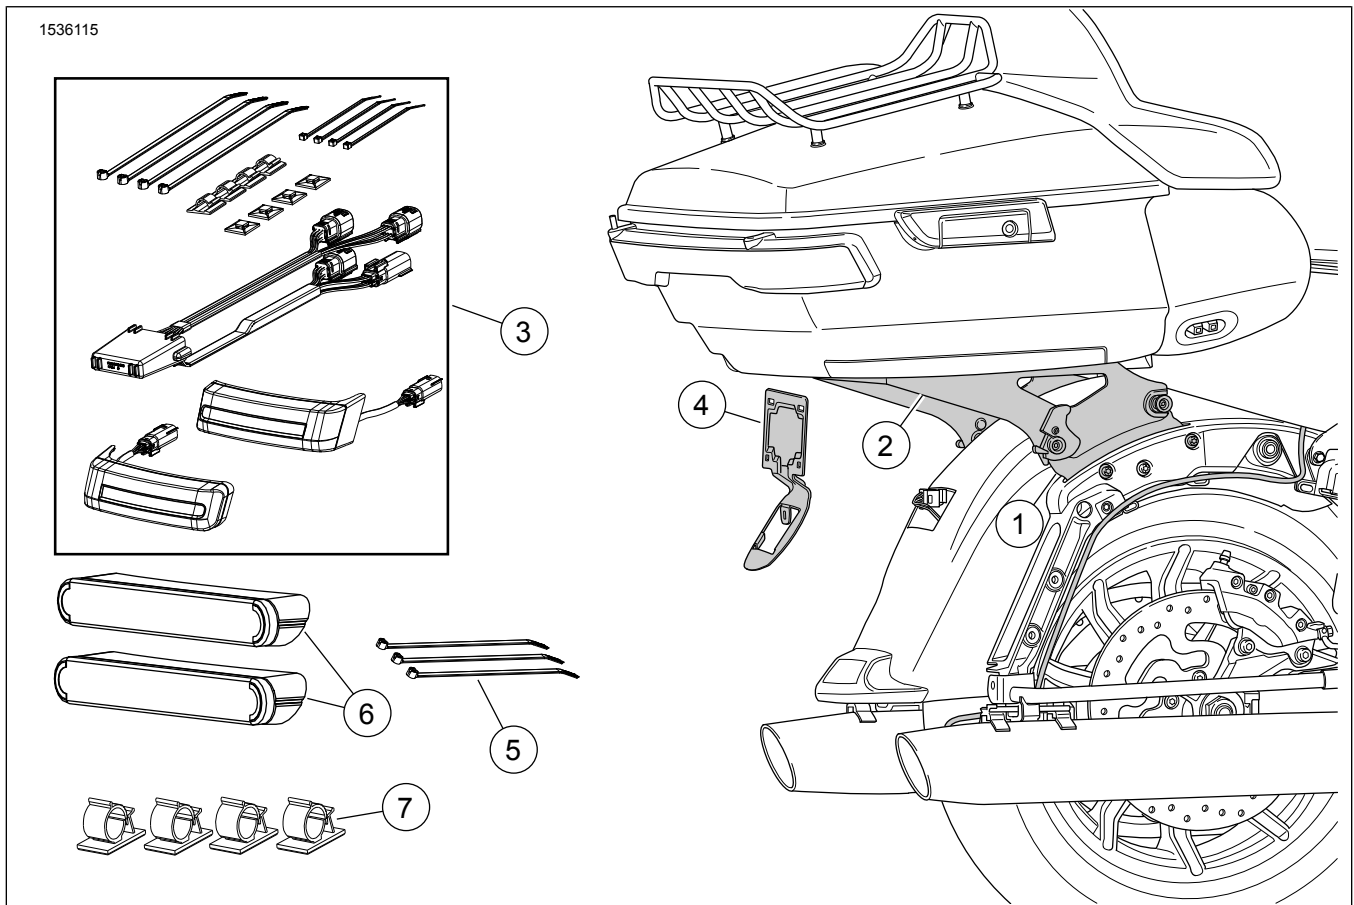
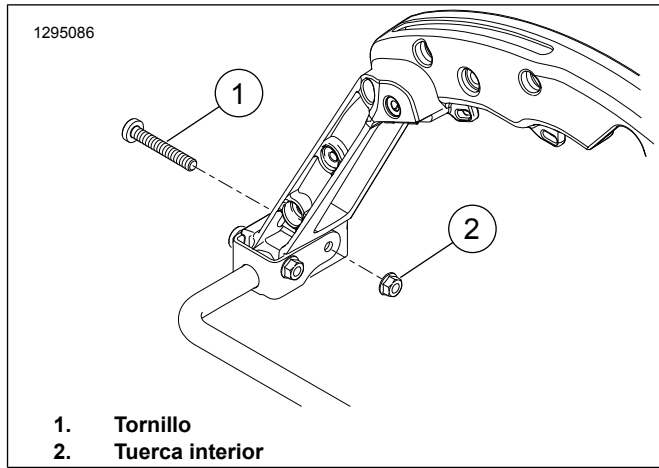
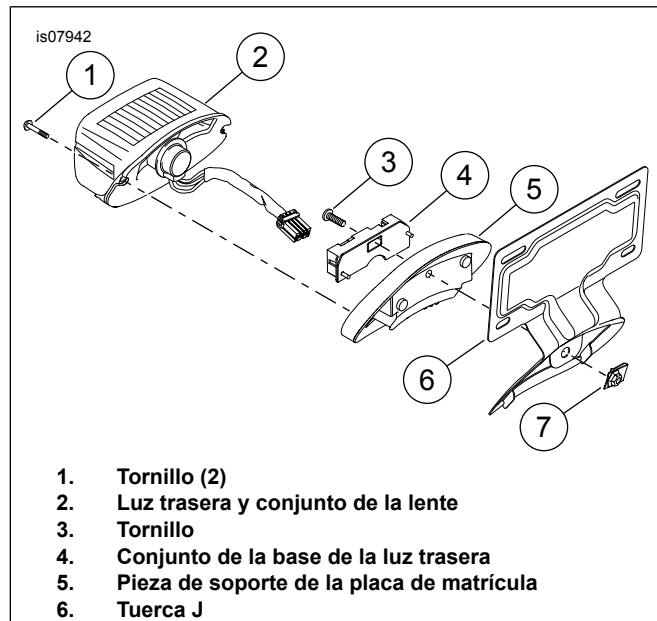

Figura 1. Contenido del kit: Rejilla de montaje Tour-Pak desmontable
Figura 6. Extracción del tornillo del equipo original (EO)
Figura 7. Instale la pieza de soporte de la placa de matrícula
7. Vea Figura 7 . Retire la luz trasera y la base de la luz trasera.
- a. Quite los tornillos (1).
- b. Desconecte y retire la luz trasera y el conjunto de la lente (2).
- c. Observe las ubicaciones del conector en la base de la luz trasera (4) para facilitar la instalación.
- e. Quite el tornillo (3) y la base de la luz trasera.
9. Vea Figura 6 . Quite la tuerca interior del lado derecho (2). Deseche el tornillo (1).
1. Vea Figura 1 . Instalar el Kit de elementos de sujeción de acoplamiento (1) según las instrucciones en ese kit.
2. Instale el Kit de la luz LED de giro/freno/marcha de la alforja (3) según las instrucciones en ese kit.
3. Vea Figura 7 . Instale el soporte de la placa de matrícula.
- a. Instale el soporte de la placa de matrícula (5) en el guardabarros.
- c. Instale la base de la luz trasera sobre la el soporte de la placa de matrícula. Asegure con el tornillo (3).
- e. Conecte la luz trasera y el conjunto de la lente en la base de la luz trasera. Instale la luz trasera y el conjunto de la lente en la base y asegure con los tornillos (1).
Vea Figura 1 . Marque la ubicación (12) del reflector.